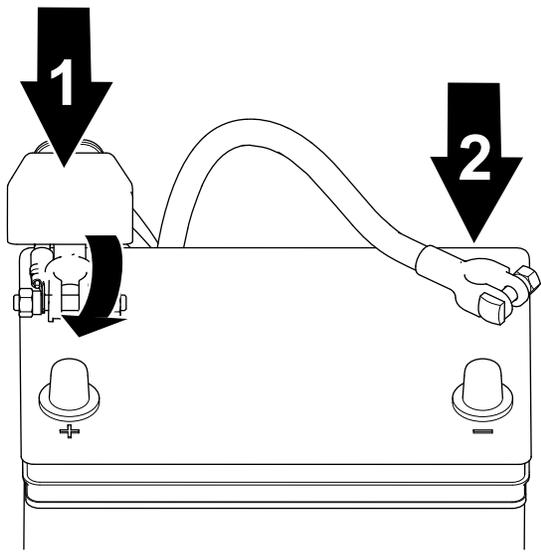

図 34
1. プラス+ケーブルをバッテリーに接続し、クランプナットで接続する 図 34。
2. マイナス-ケーブルをバッテリーに接続し、クランプナットで接続する 図 34。